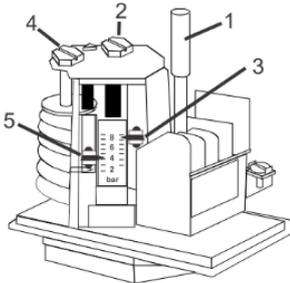

Рис. 2
Уставки на Рис. 2:
- Версия с ручным сбросом (FF4...DRH или DDH): Давление ниже верхней уставки и выше нижней уставки + нажатие кнопки сброса 1 (рис. 2).